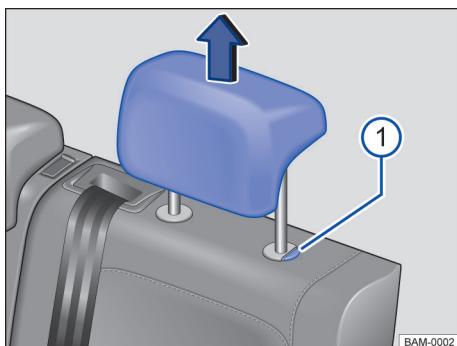

Fig. 71 Apoios para cabeça traseiros: desinstalar.
- Retirar o apoio para cabeça com o botão → Fig. 71  pressionado.
- Empurrar o apoio para cabeça para baixo com o botão → Fig. 71  pressionado.